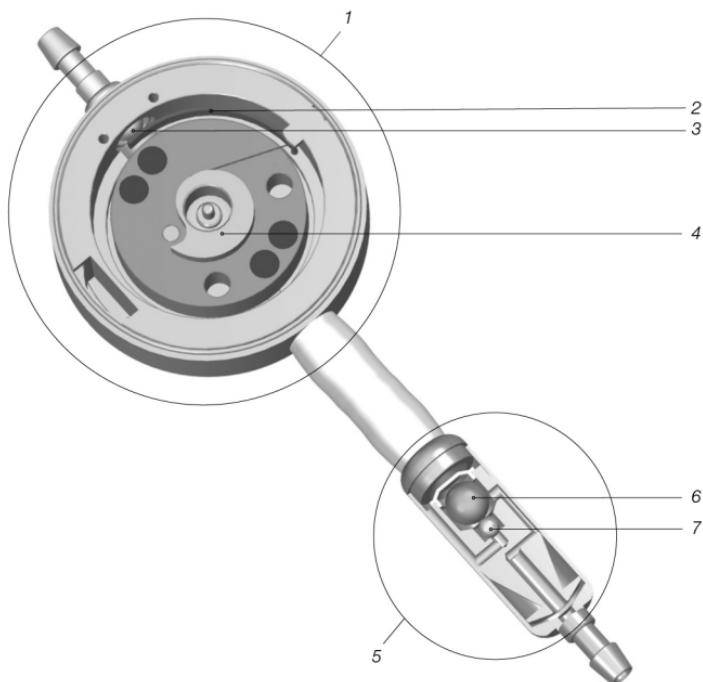

Abb. 1: proGAV 2.0 im Querschnitt
Das proGAV 2.0 ist ein aus Titan gefertigtes Ventilsystem. Es besteht aus einer verstellbaren Differenzdruckeinheit (1) und einer Gravitationseinheit (5) (Abb. 1).